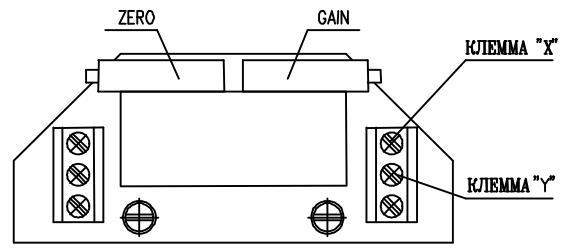

Рис. 11
- Установите датчик сопротивления на основании инструкций в предыдущей главе так, что величину сопротивления измеряйте на клеммах X-Y (рис.11). (использован датчик с сопротивлением 2000Ω или 100Ω)
- Поворачиванием устанавливающего триммера ZERO (рис.11) установите величину выходного сигнала тока, измеряемого на клеммах 81-82, на величину 0 мА или 4 мА.
- Поворачиванием устанавливающего триммера GAIN (рис.11) установите величину выходного сигнала тока, измеряемого на клеммах 81-82, на величину 20 мА или 5 мА.